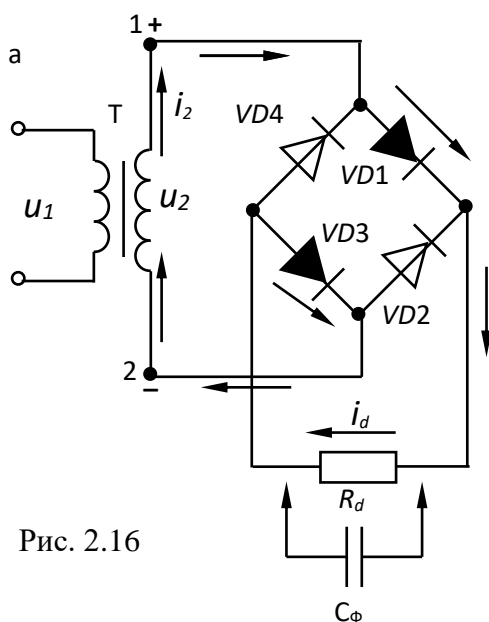
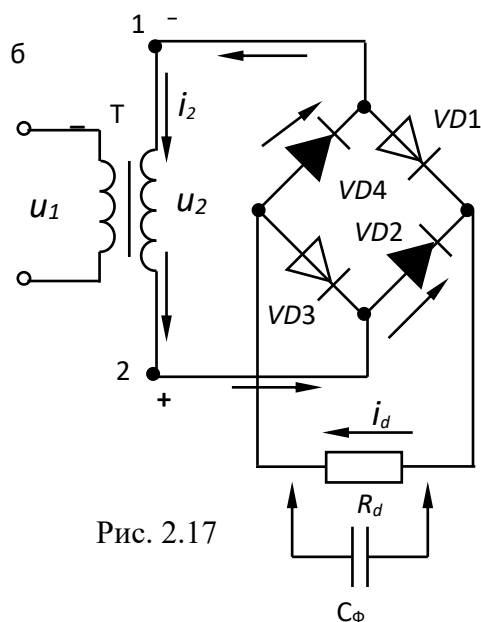

Рис. 2.16
Рис. 2.17
На рис. 2.16 представлена работа схемы в положительный полупериод, а на рис. 2.17 представлена работа схемы в отрицательный полупериод.
2. Чертим схему подключения нагрузки (см. рис. 2.16).